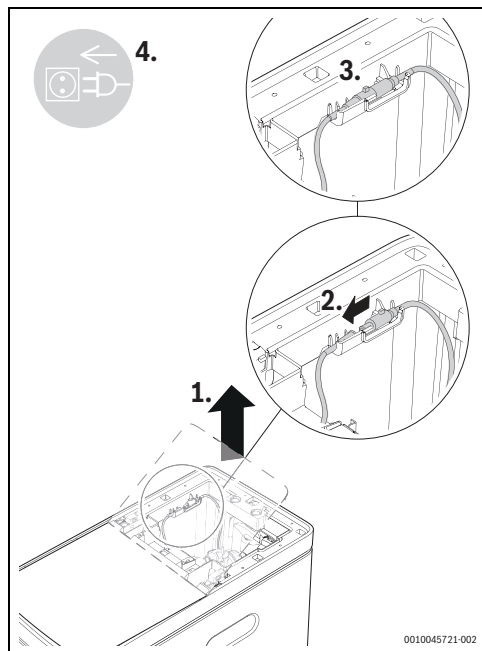

Bild 7 Anschließen des Steckverbinders des Netzteils
1. Steckverbinder des Netzteils mit Stromanschluss des Regelventils verbinden. In die Halterung in der Rahmenmitte einlegen und Gerätedeckel schließen (→Abb. 7).